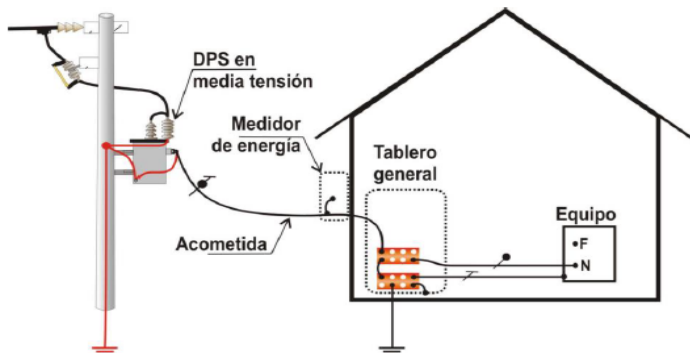

Figura 27.1. Esquema indicativo del régimen de conexión a tierra TN-C-S
Salvo las excepciones establecidas en el presente Anexo General y la NTC 2050, en la red de baja tensión para servicio domiciliario o similar, sólo se aceptan como regímenes de conexión a tierra, los de conexión sólida (TN-C-S o TN-S) o los de impedancia limitadora TN, esto significa que el punto neutro del transformador debe ser puesto a tierra sólidamente y el usuario debe conectar la masas al conductor puesto a tierra (casi siempre el conductor neutro). La letra S significa que las funciones de neutro (N) y de protección (P) se hacen con conductores separados y la letra C significa que las funciones de neutro y de protección están combinadas en un solo conductor (PEN). Queda expresamente prohibido el régimen en el cual las funciones de neutro y de protección las cumple el mismo conductor (TN-C). La Figura 27.1 muestra el esquema indicativo del régimen de conexión TN-C-S.